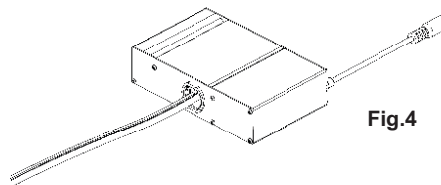

Fig.4
- Place all wiring and connections back in to the box and close the cover. (Fig.4) Remettez tout le câblage et les connexions dans la boîte et fermez le couvercle. (Fig.4)